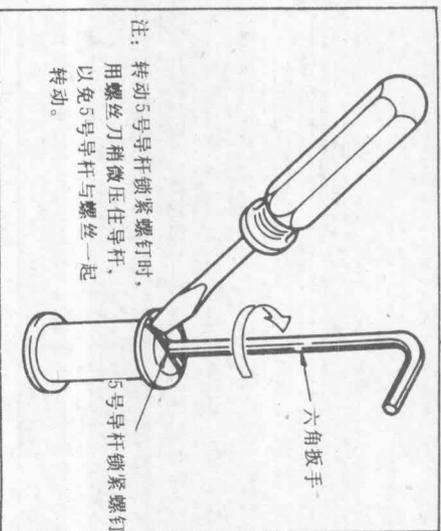

图 44
- 3) 拧松 5 号导杆固定螺钉①并转动 5 号导杆，使进口侧波形接近平坦，如下图所示，并拧紧固定螺钉①。(参看图 44)。